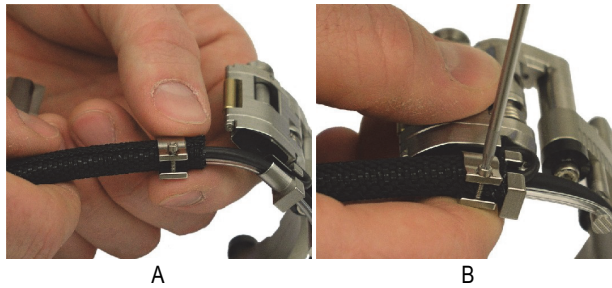

Figura 2-3 Instalación de la abrazadera de la funda de protección
3. Instale la abrazadera de la funda de protección de la siguiente manera (véase la Figura 2-3 en la página 36):